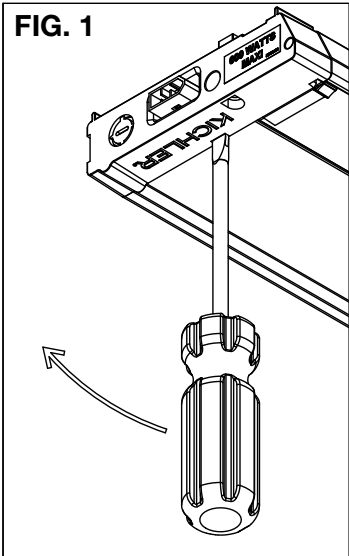

FIG. 2
- Remueva la muesca que permite acceso fácil al tubo tipo conduit. La muesca deberá ser removida mediante la inserción de un desarmador de cabeza plana dentro de la ranura de la muesca y haciendo palanca hacia arriba y hacia abajo hasta que la muesca sea liberada. (ref. FIG. 2)